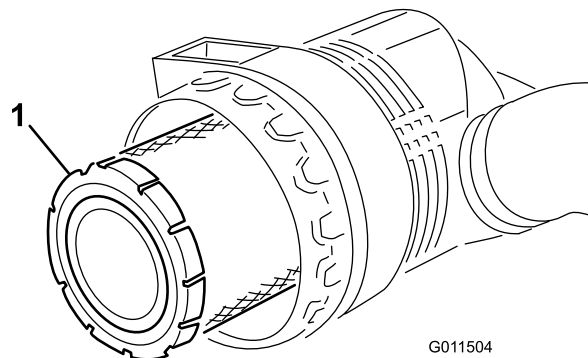

Figura 48
5. Retire e substitua o filtro primário (Figura 48).